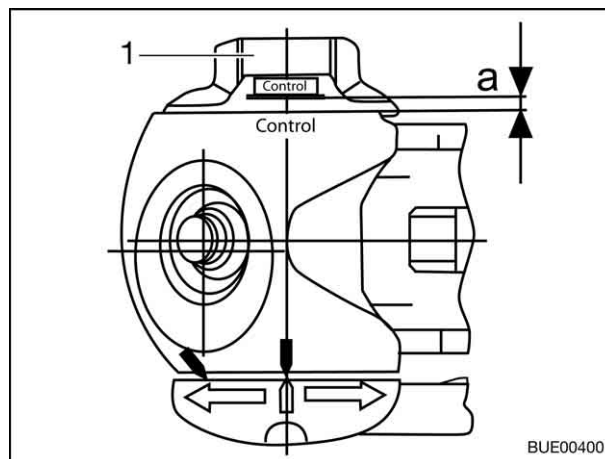

Fig. 100 Controllo usura
- Girare completamente la manovella (Fig. 100,1) finché non si sente la limitazione delle coppia grattare in modo percepibile. Direzione di rotazione: in senso orario.
- Distanza  $a > 0$  (Fig. 100):